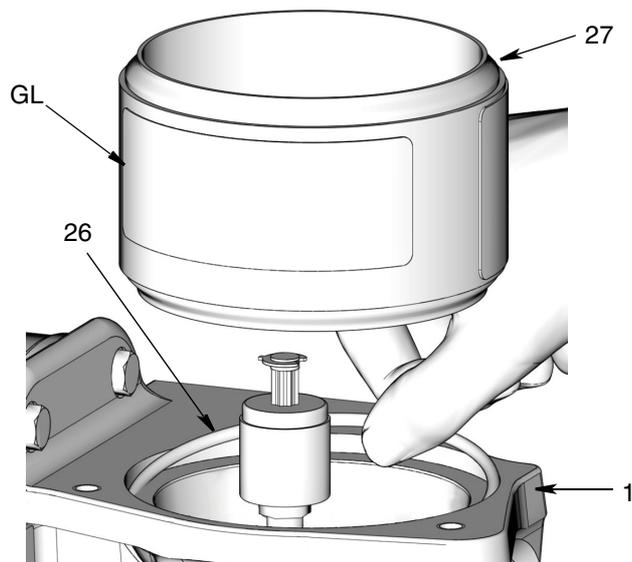

FIG. 58
10. Aplique una capa fina de grasa en la junta tórica (26). Instale una junta tórica (26) en la ranura de la base de la bomba (1) como se observa en FIG. 58.
11. Monte el depósito (27) en la base de la bomba (1) con la etiqueta de identificación Graco (GL) hacia el frente de la base de la bomba como se observa en FIG. 58. Tenga cuidado de no pillar o desplazar la junta tórica.